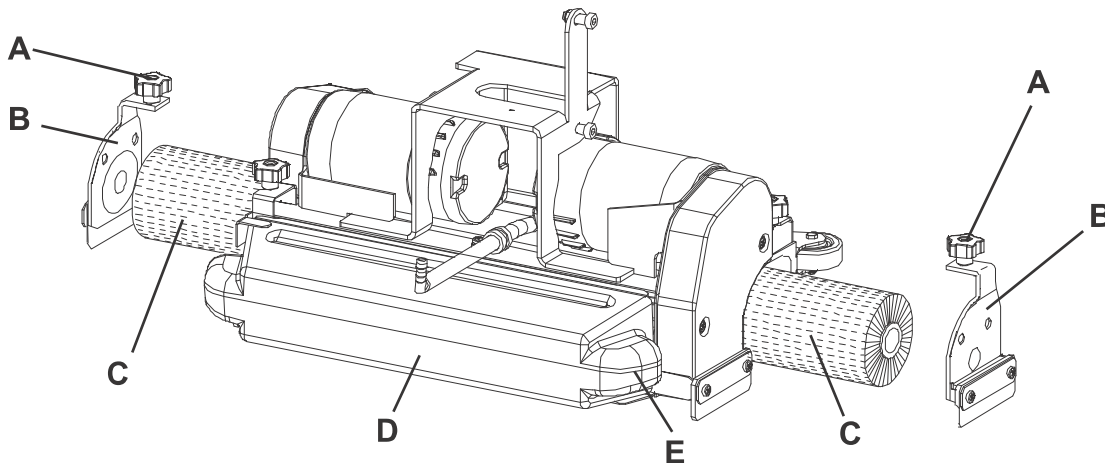

Abbildung 3
1. Zündschlüssel (80) in Stellung 0 drehen.
2. Die Zylinderbürstenkopf mittels des Pedals (11) heben.
3. Die Sterngriffe (A, Abb. 3) mit Kraft nach unten drücken und Handräder und Klappen (B) entfernen.
4. Die Zylinderbürsten (C) einfügen.